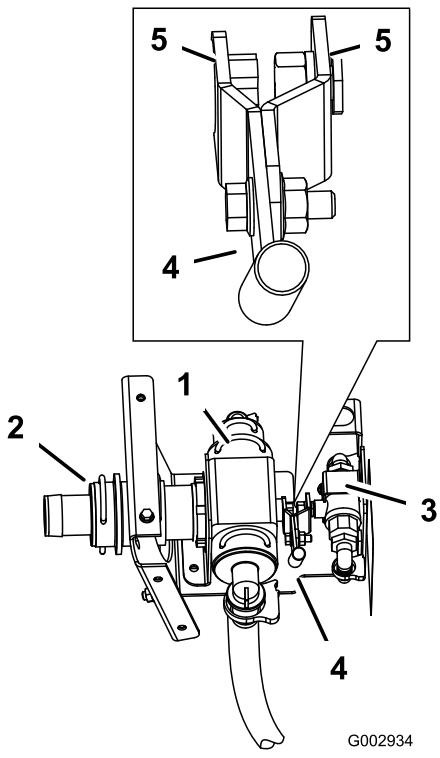

Figure 28
3. Retirez le raccord cannelé droit S67 et l'étrier de fixation du distributeur de commande dans les pièces détachées (Figure 28).
2. Connectez l'extrémité de l'ensemble levier, sur le petit ensemble clapet à bille, au distributeur de commande (Figure 28).